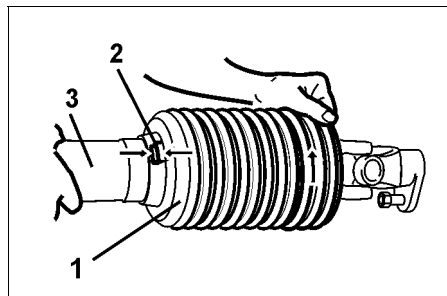

Fig. 25
- Trichter (Fig. 25/1) in die Montageposition (Fig. 25./2) drehen.
- Schutzhälfte (Fig. 25/3) abziehen.